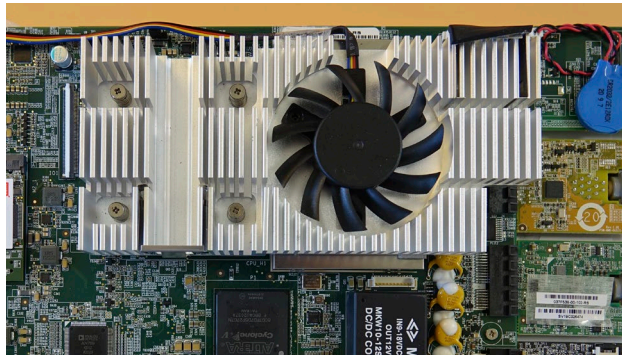

Bild 30 Installera fläkten
- e) Installera den nya fläkten med kabeln riktad mot skärmenhetens ovankant (bild 30)